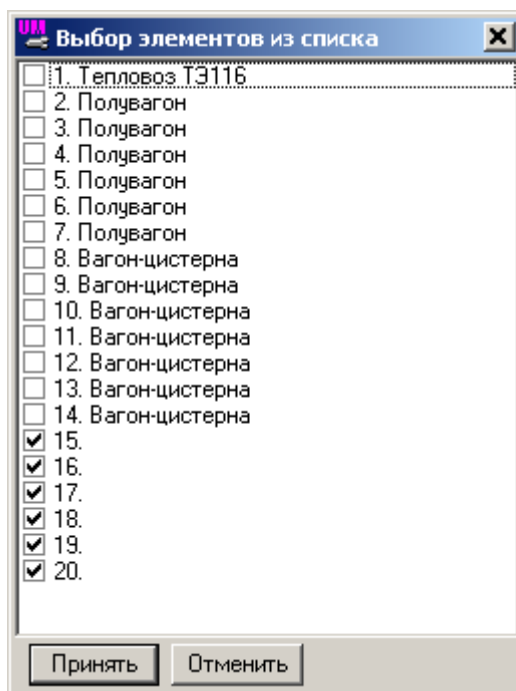

Рис. 15.4. Список экипажей поезда для пункта меню **Назначить выборочно**
**Назначить выборочно** – выбрать из списка экипажи, которым назначить выбранный в базе (по умолчанию отмечены «пустые» экипажи – экипажи, которым не назначен ни один экипаж из базы данных), рис. 15.4.